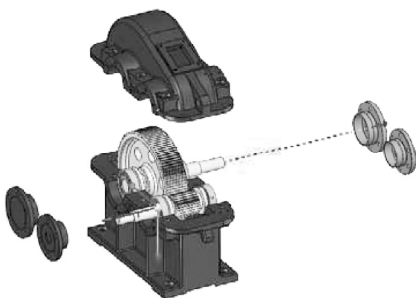

图 5-67 移动另外一侧轴承端盖
STEP 6 选择右侧两个轴承端盖，沿着坐标系轴向向右拖动一定的距离（应拖动一段较长的距离），效果如图 5-67 所示。